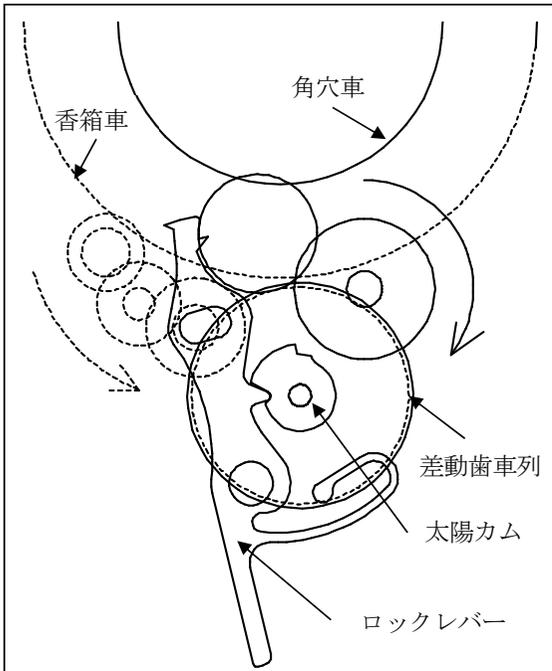
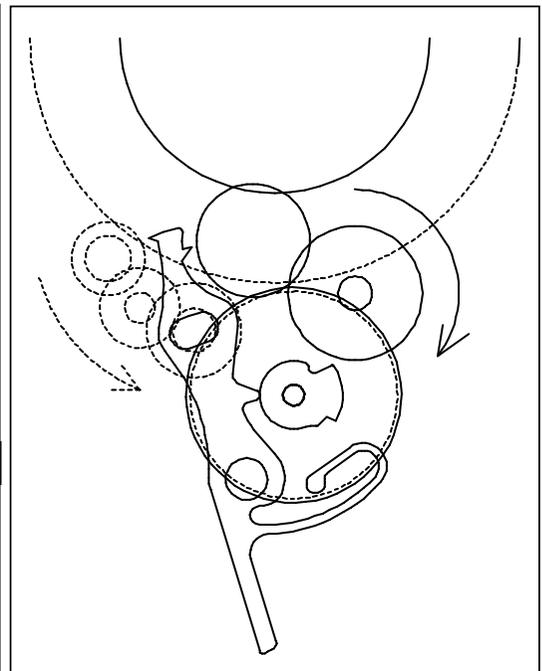
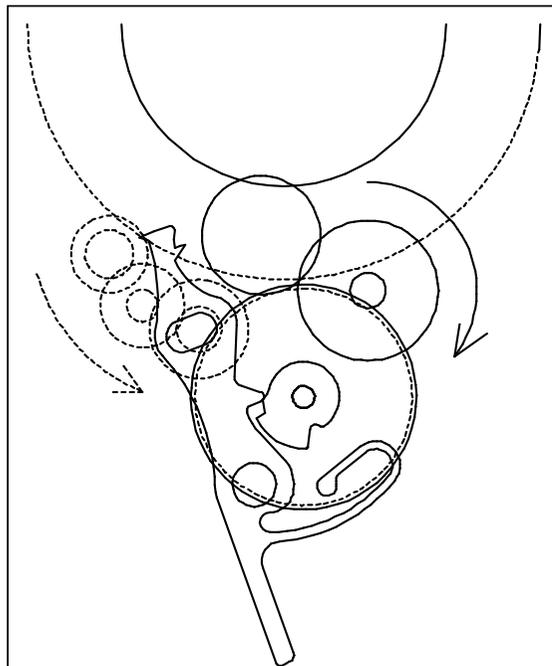

Fig.11 PRI+SW (巻上ロック)
Fig.12 PRI+SW (運針状態)
Fig.13 PRI+SW (運針停止)
Fig.11~Fig.13 にその例を示す。Fig.11 において図示しない竜頭（巻真）から巻上輪列を介して角穴車が回されゼンマイが巻き上げられる。角穴車から実線で示すPRI巻き上げ輪列を介して差動歯車列に巻き上げ方向の回転が伝わる。巻き上げの際、太陽車に取り付けられたカムは図中、反時計方向に回転する。Fig.11 はロックレバーが太陽カムの窪みに落ちて、レバーの先端の突起がPRI巻き上げ輪列の歯車と噛み合い、角穴車の回転を妨げている。巻き上げロックの状態である。
時計が動き出すと香箱車は図中で反時計方向に回転する。その動力は図中点線で示すPRI巻解け輪列を介して差動歯車列に伝わり、太陽カムは図中で時計方向に回転する。Fig.12 がこの状態である。ロックレバーはそのばねによって太陽カムの外周に押し付けられており、その先端はPRI巻き上げ輪列と巻解け輪列の歯車のどちらにも干渉しない状態を保っている。ゼンマイが持続時間分解けると図中で時計方向に回転する太陽カムの斜面がロックレバーを押し上げ、レバー先端がPRI巻解け輪列の歯車と噛み合って香箱車の回転を止める。巻解けロック（運針停止）の状態である（Fig.13）。8)
トルク・リターン・システム（以下 TRS）は先に紹介した差動歯車列を利用したパワーリザーブインジケータ機構にトルク還元輪列とクラッチ機構を設けることによって、ゼンマイから供給される余剰トルクを持続時間の延長に利用する仕組みである。TRS では香箱車から3つの経路にトルクが分散して出力される。①一つ目の経路は二番車から调速機に動力を伝える表輪列の経路。②二つ目はパワーリザーブインジケータの駆動のために減速輪列を介し差動歯車列に動力を伝える経路 (Fig.11, Fig.14 に点線で示した PRI 巻き解け輪列に相当する)。